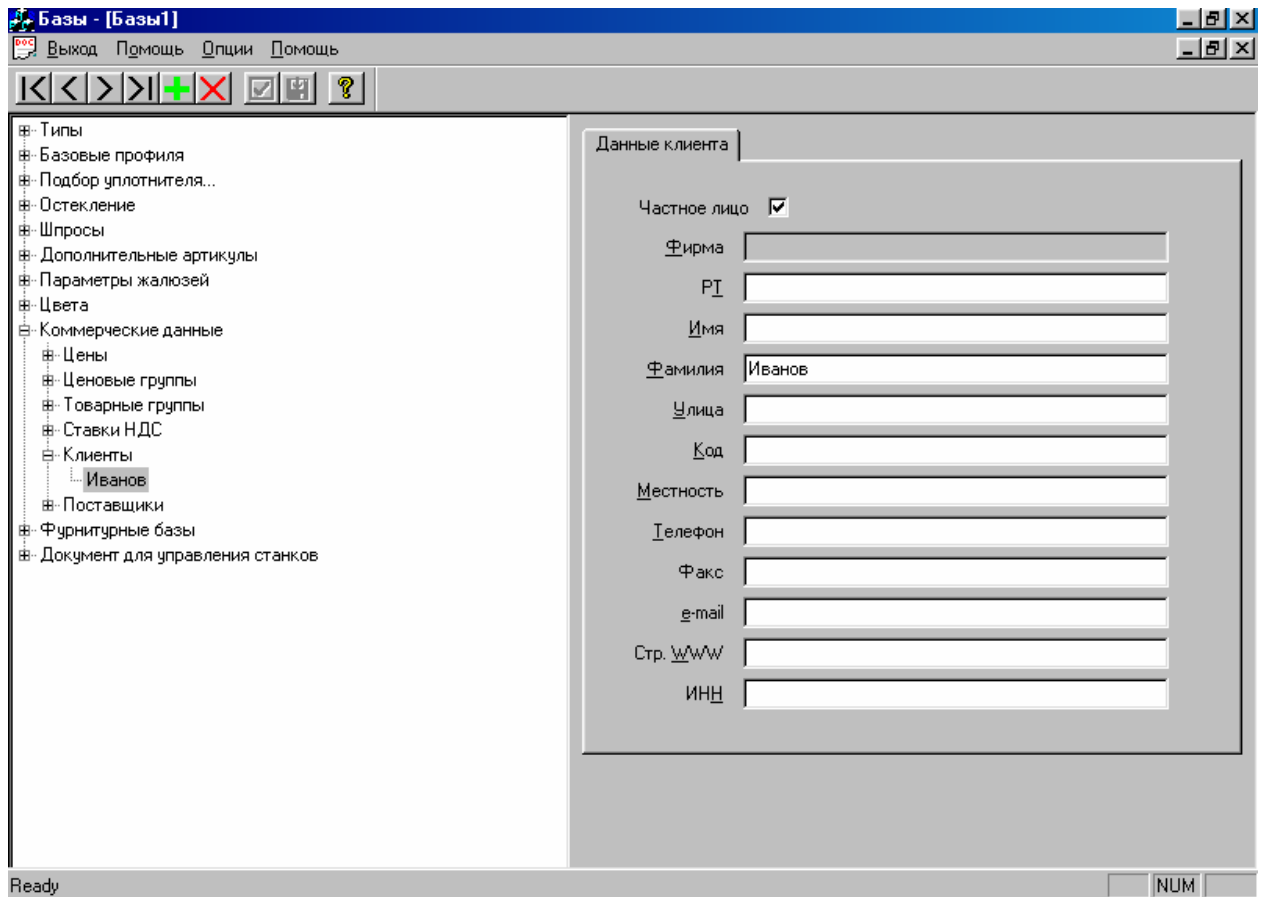

Рисунок 2. Создание нового клиента.
2.1.2. С помощью инструмента  создайте первого клиента (рис.2).